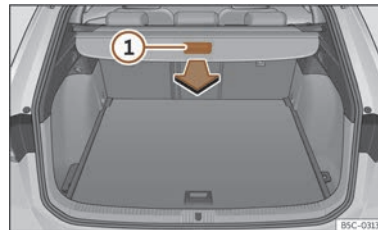

Fig. 187 Dans le coffre à bagages : déroulez la plage arrière.
- Tirez la plage arrière uniformément vers l'arrière par la poignée >>> **fig. 187** ①, puis retirez-la jusqu'en butée jusqu'à ce qu'elle s'enclenche de manière audible.